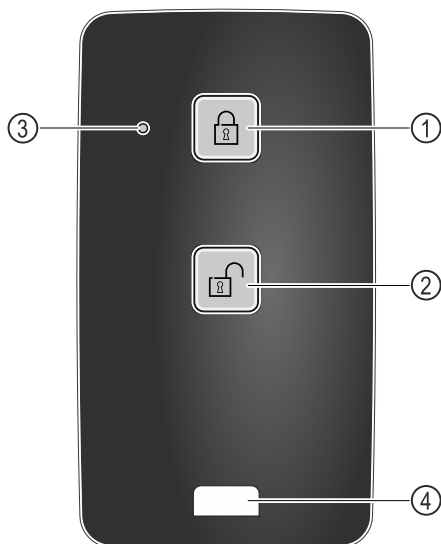

Fig. 221
- Taste Fig. 221 (1) auf der Fernbedienung drücken.
- Taste Fig. 221 (2) auf der Fernbedienung drücken.
- Status-LED Fig. 221 (3) gibt bei Tastendruck eine optische Rückmeldung.
- Öse Fig. 221 (4) zur Befestigung der Fernbedienung, zum Beispiel an einem Schlüsselbund.